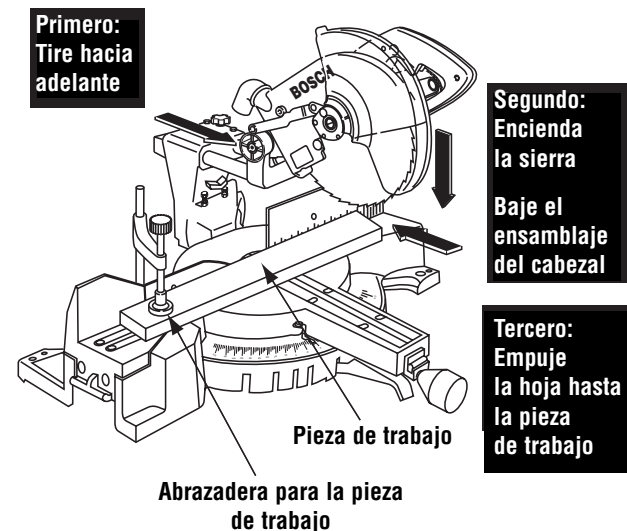

Figura 28. Corte deslizante
3. Agarre el mango con interruptor y tire del ensamblaje del cabezal alejándolo del tope-guía hasta que la hoja no toque la pieza de trabajo o hasta su extensión máxima si la hoja no puede dejar de tocar la pieza de trabajo (Figura 28).